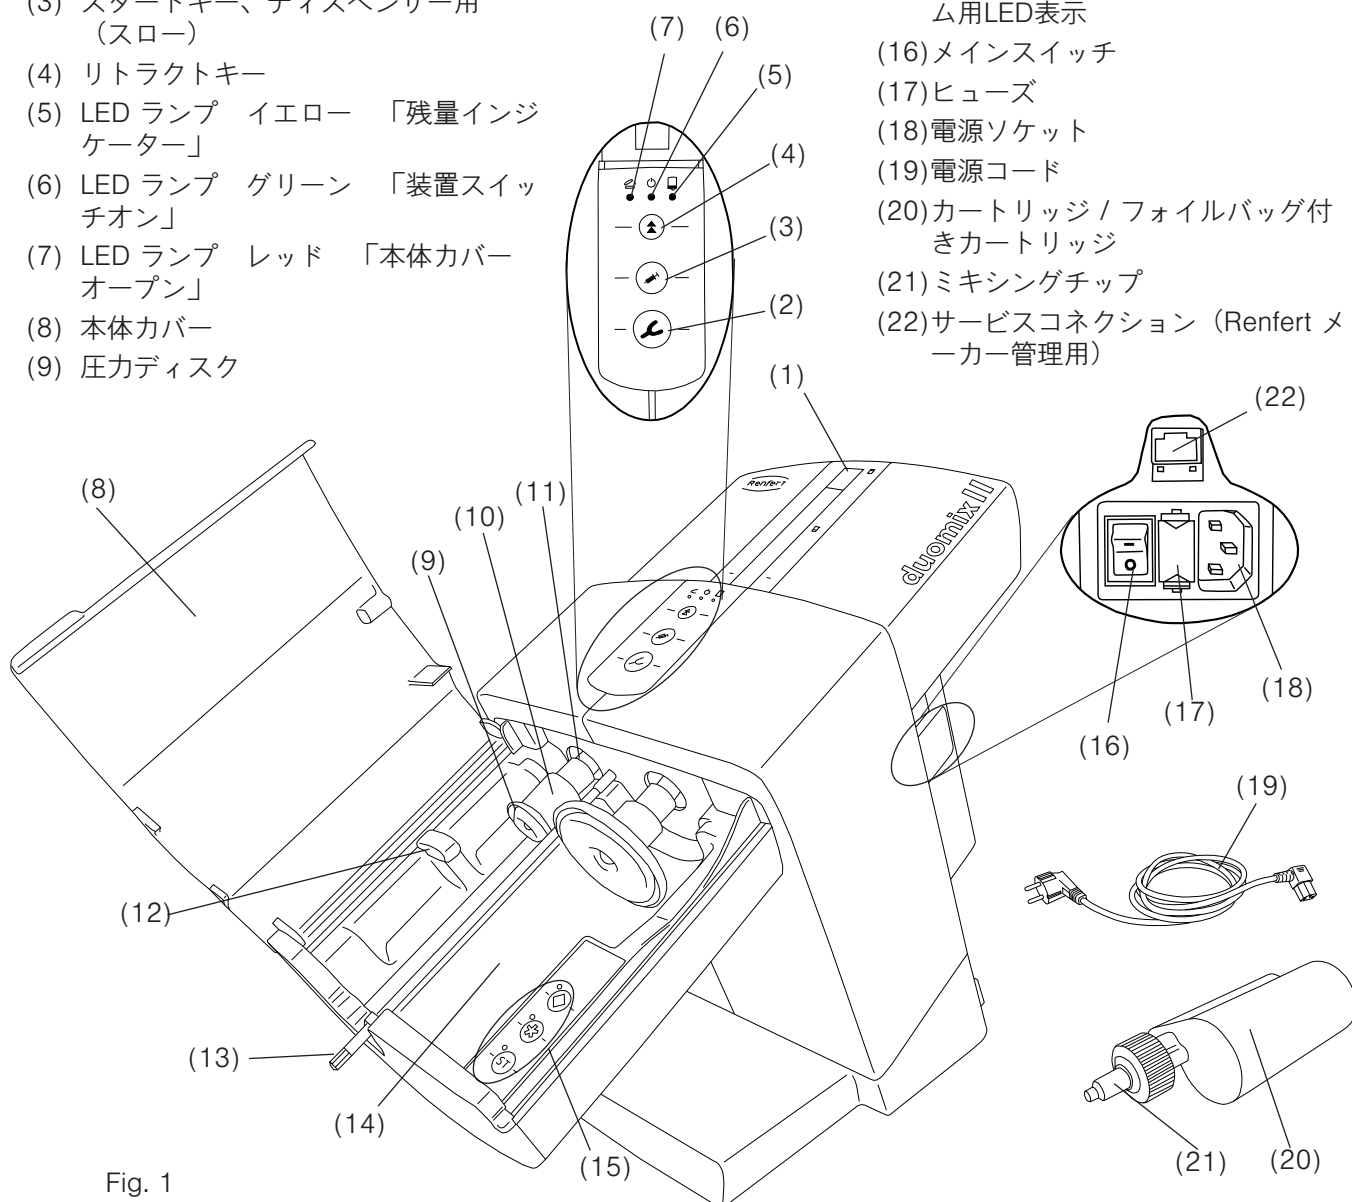

Fig. 1
- ・ 付属の電源コード(19、図1)を電源ソケット(18) に接続して下さい。
- ・ 装置の電源スイッチ(16) をオンにして下さい。
- ・ 本体カバー(8、図1)を閉じて下さい。
- 圧力ディスク(9、図1) はスタートポジションまで後退し、停止します。
カートリッジの装着、および交換は2つの圧力ディスク(9、図1)がスタートポジションにあることを確認のうえで行ってください。
- 本体カバー(8、図1)を閉じます。
- 本体カバー(8、図1)を開きます。
と、LED ランプ レッド「本体カバー オープン」(7、図1)が点灯します。